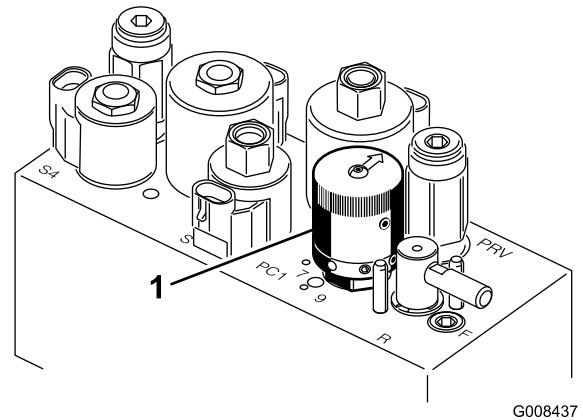

図 29
4. リールの速度を設定するには、ノブ図 29 を回して、ノブの矢印を、所定の番号に合わせる。